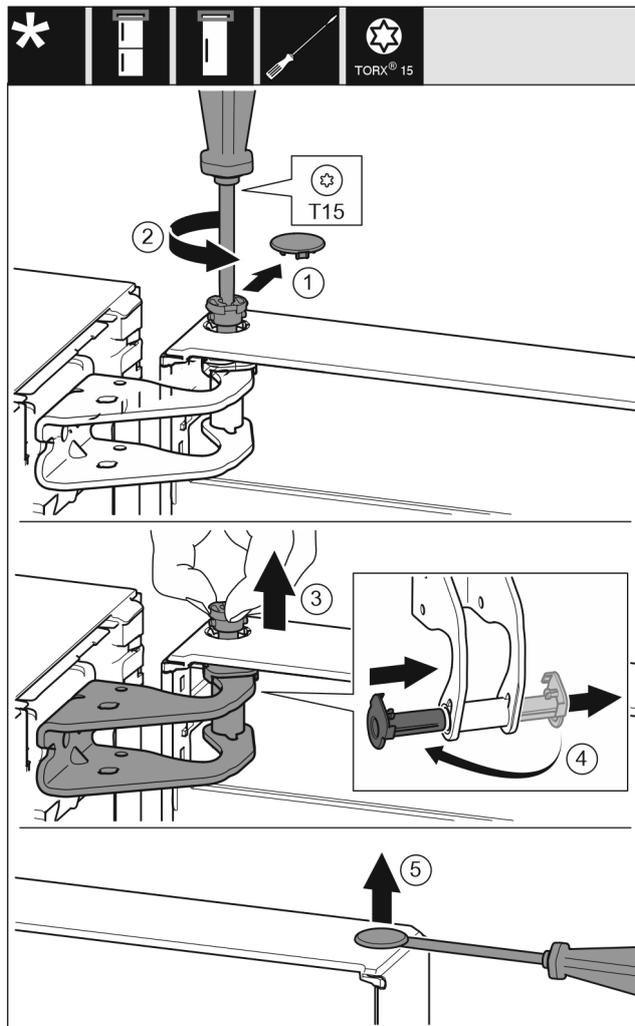

Fig. 10
- ▶ Opatrne vytiahnite poistný kryt. Fig. 10 (1)
- ▶ Skrutkovačom T15 trochu vyskrutkujte čap. Fig. 10 (2)
- ▶ Pevne držte dvere a čap vytiahnite prstami. Fig. 10 (3)
- ▶ Puzdro ložiska vytiahnite z vedenia. Nasadte z druhej strany a zaklapnite. Fig. 10 (4)
- ▶ Plochým skrutkovačom opatrne nadvihnite a vyberte zátku z puzdra ložiska dverí. Fig. 10 (5)